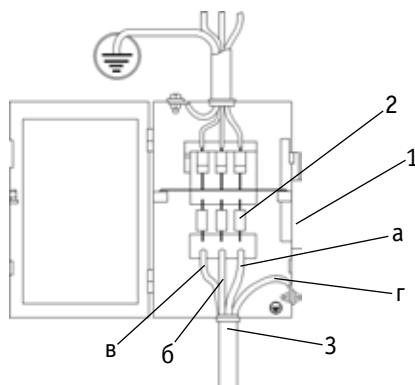

Рис. 8.2. Схема подключения к сети.
1. Подсоедините сетевой кабель к электросети с требуемыми параметрами. Проверьте надежность соединения кабеля и сетевой розетки (См. рис. 8.2).
1. Подключите аппарат к электрической сети (См. рис. 8.2).